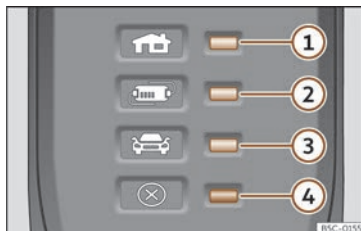

Abb. 70 Am Ladekabel für Netzsteckdosen: Kontrollleuchten in der Schutzeinrichtung.
>>> (Abb. 70):
Durch die elektronische Schutzeinrichtung >>> (Abb. 70) ist der Ladestecker so lange stromlos, bis er in die Ladedose des Fahrzeugs eingesteckt wird.
Eine oder mehrere Kontrollleuchten >>> (Abb. 70) ①, ② oder ③ leuchten grün.
Anzeige >>> (Abb. 70)	Bedeutung
① ④ blinken	Der Hausstecker hat sich stark erhitzt.
② ④ blinken	Die Schutzeinrichtung hat sich stark erhitzt.
Wenn der Ladevorgang mit einem geringeren Ladestrom fortgesetzt wird, blinkt abgesehen von der Betriebsanzeige die Warnleuchte >>> (Abb. 70) ④ rot.
- Sollte es wieder zu einer Abschaltung oder Verringerung des Ladestroms kommen und die Ursache hierfür nicht mit einer externen Wärmequelle in Verbindung stehen, ist darauf zu achten, welche grüne Kontrollleuchte blinkt >>> (Abb. 70). Zur Überprüfung des Ladekabels ist ein CUPRA-Fachbetrieb oder ein SEAT-Vertragshändler aufzusuchen. Zur Überprüfung der Anschlüsse der Ladeinfrastruktur ist ein Fachunternehmen für Elektroinstallationen aufzusuchen.
Wenn die rote Warnleuchte ④ blinkt oder leuchtet, ohne dass gleichzeitig eine der Kontrollleuchten >>> (Abb. 70) ①, ② oder ③ die Betriebsanzeige dauerhaft leuchtet, liegt eine Störung vor.